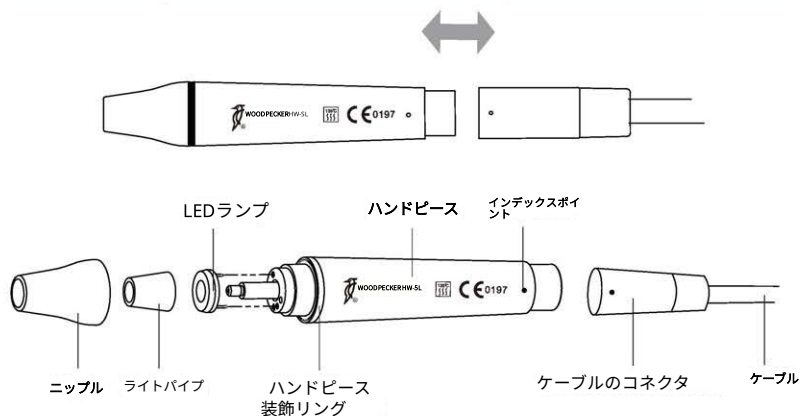

図4
1.4.4 着脱式ハンドピースの接続に関する概略図を図4に示します。
2.1.2 着脱式ハンドピースの主要部品に関する説明（図4 参照）。